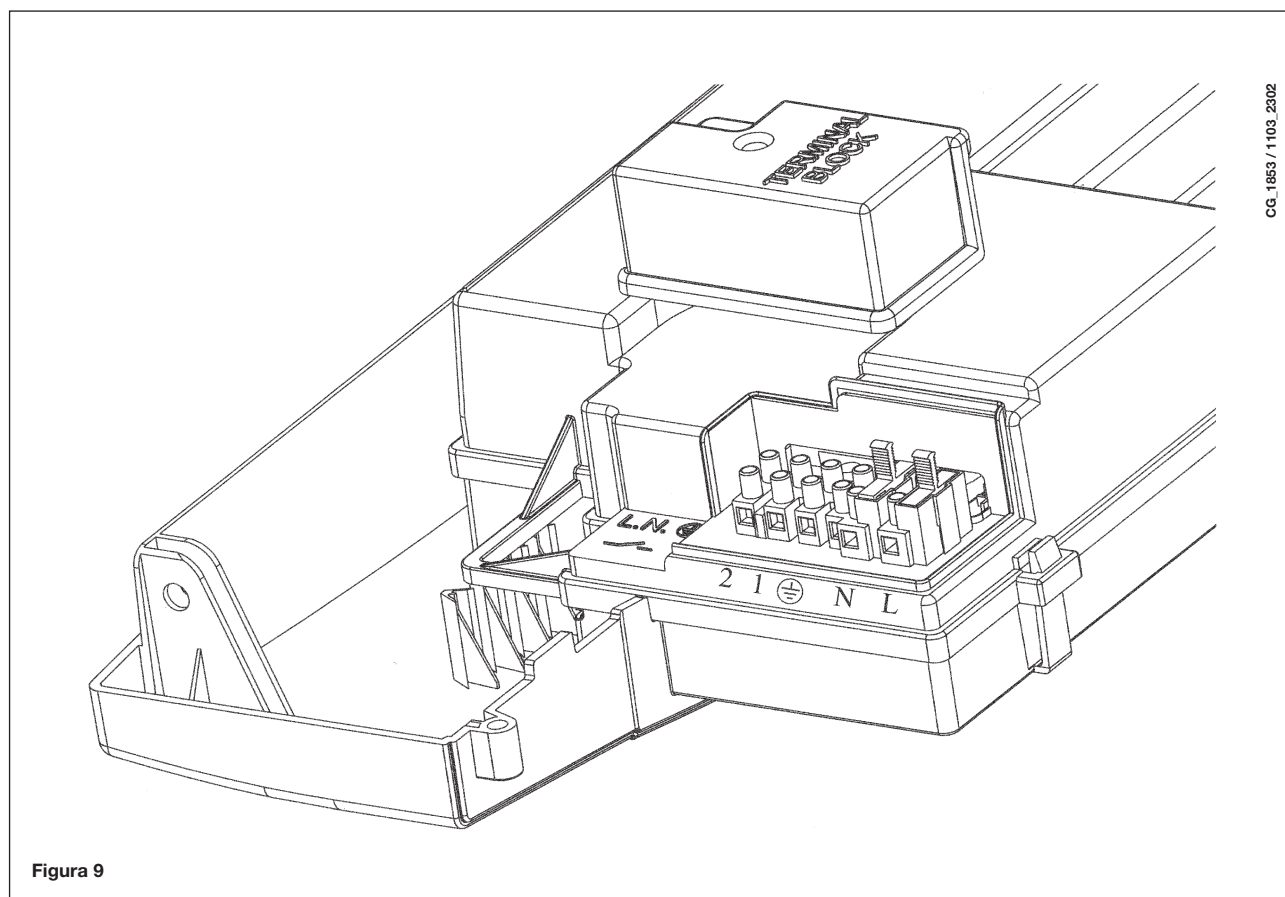

Figura 9
- togliere il coperchio ed accedere alla zona collegamenti elettrici (figura 9).
- accedere alla morsettiera di alimentazione (figura 9) come descritto al capitolo precedente;
- togliere il ponticello presente sui morsetti (1) e (2);